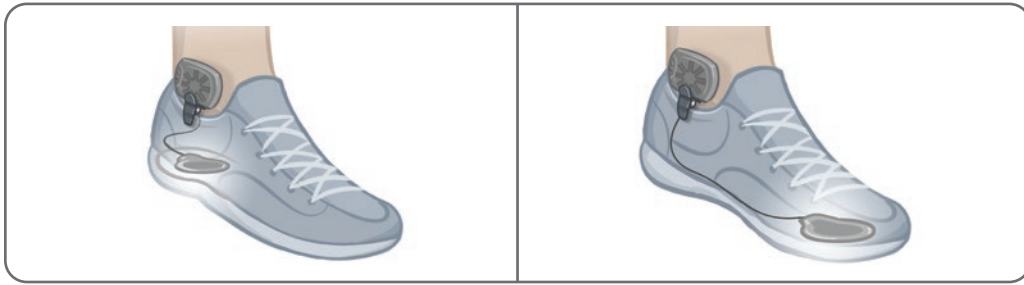

Figura 8-14: Poziția finală a senzorului pentru picior atașat la încălțăminte
5. Fixați transmțătorului senzorului pentru picior pe marginea interioară a încălțăminte. Îndreptați sigla „explozie stelară” de pe transmțător spre exteriorul gleznei. Consultați Figura 8-14.
6. Acoperiți senzorul de presiune cu branțul. Introduceți firul în exces sub branț. Consultați Figura 8-14.